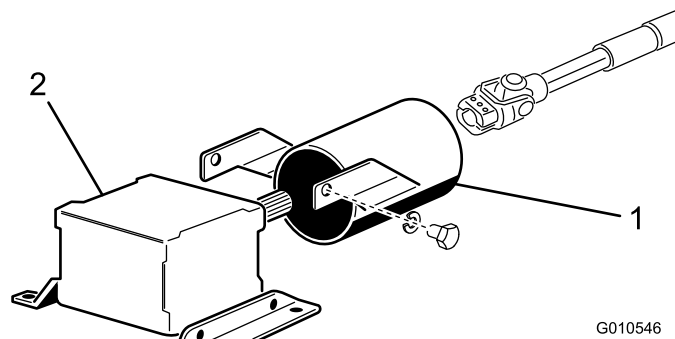

図 7
1. PTO ガード取り付けブラケットをギアボックスに固定しているキャップスクリュー2本とロックワッシャを外す 図 7。
2. PTO シャフトガードを PTO シャフトに通し、図 7 のように位置決めする。